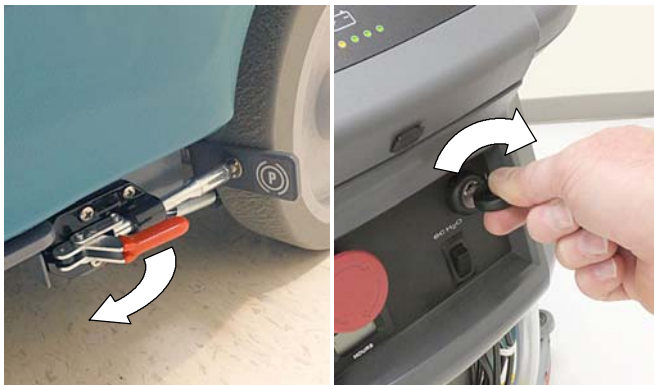

ABB. 34
1. Lösen Sie den Hebel der Feststellbremse, falls vorhanden (Abbildung 34)
2. Drehen Sie den Zündschlüssel in die (I)-Stellung (Abbildung 34).